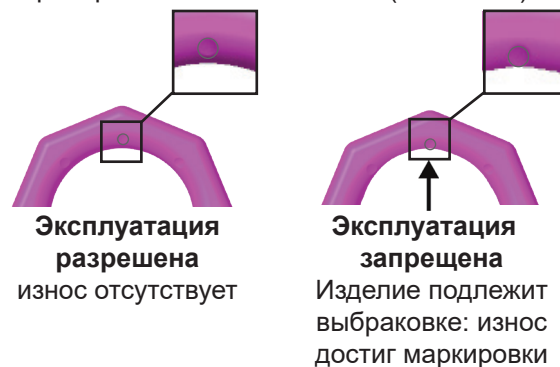

Рис. 4: маркировка износа
- Внимательно проверяйте маркировку износа приварной такелажной точки (см. Рис. 4):